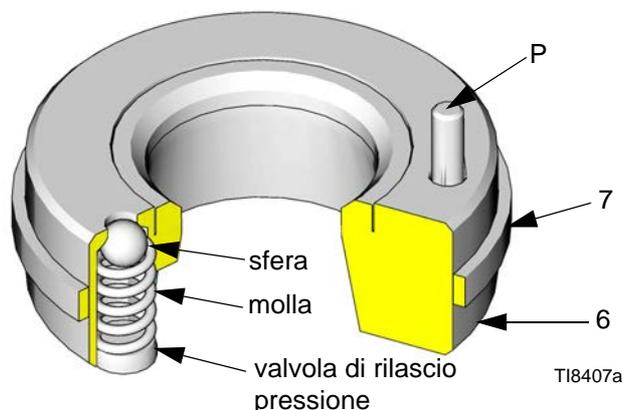

FIG. 6. Sede di ingresso con valvola di rilascio pressione
4. Installare la sede d'ingresso della valvola di sfiato (6) nel lato sinistro dell'involucro di ingresso (15), come in FIG. 4 e FIG. 5 (il localizzatore inserito nell'involucro di ingresso identifica la posizione corretta della sede della valvola di sfiato). Lo spinotto (P) sulla sede deve essere rivolto verso l'involucro. Lo spinotto limita il posizionamento della sede, assicurando che il foro di sfogo non sia bloccato da una parte dell'involucro. Vedere la FIG. 6.